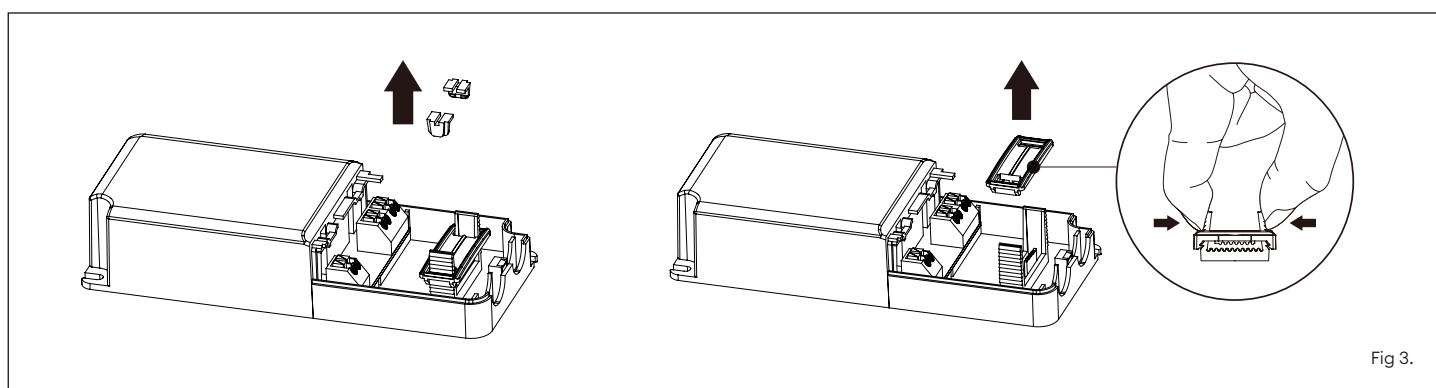

Fig 3.
- Remove cord grip components by removing the 2x flexible spacer components, squeezing the 2x gripping pillars together and pulling the cord grips upwards. Place the spacer and cord grip components in a safe place. (Fig 3).
- Enlevez les composants de serrage : retirez les 2 rondelles souples, pressez les 2 barres de serrage l'une contre l'autre et tirez vers le haut. Placez les rondelles d'espacement et les composants de serrage dans un endroit sûr (fig. 3).
- Rimuovere i componenti dell'impugnatura del cavo rimuovendo i 2 componenti distanziali flessibili, stringendo insieme i 2 pilastri di presa e tirando le impugnature del cavo verso l'alto. Riporre i componenti del distanziatore e dell'impugnatura in un luogo sicuro. (Fig 3).